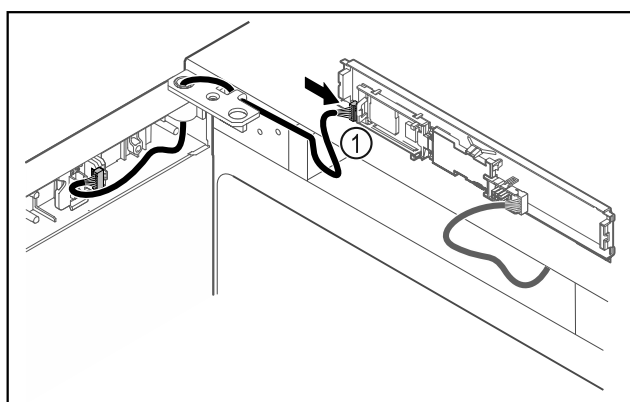

Fig. 47
- Připojte zástrčku Fig. 47 (1) na desku.